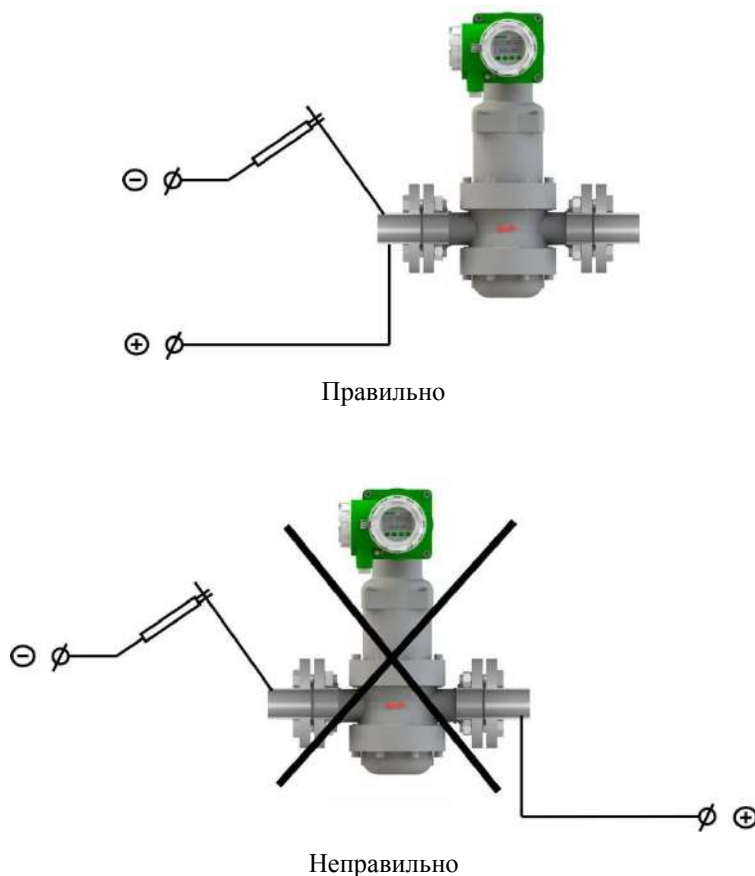

Рисунок 2.7 -Подключение источника тока при электродуговой сварке с использованием счетчика
- при монтаже с использованием электродуговой сварки источник тока подсоединяется таким образом, чтобы сварочный ток не протекал через счетчик – см. рисунок 2.7.